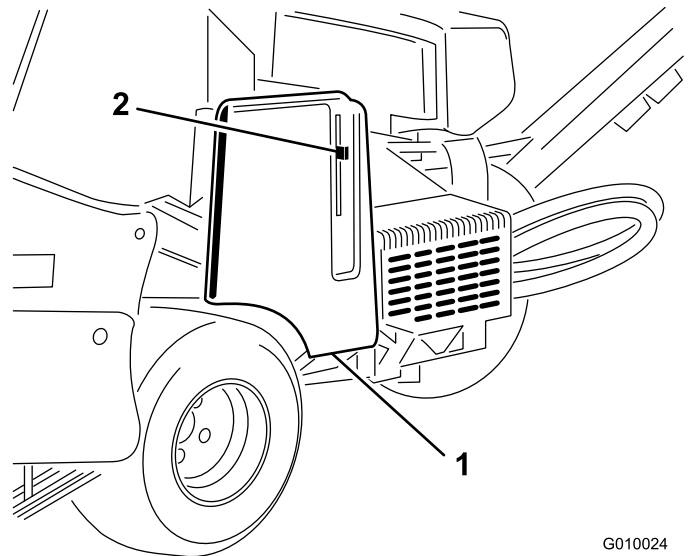

Figura 6
1. Localice el taladro de la cubierta de la correa, junto a la palanca de enganche (Figura 6 y Figura 7).